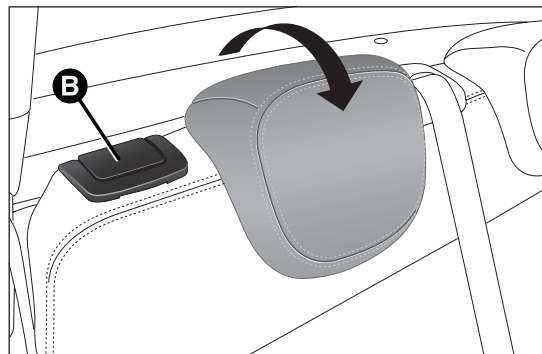
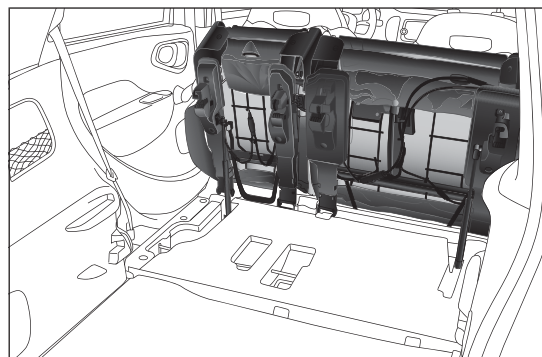

fig. 87
fig. 88
- soulever le levier de décrochage B fig. 87 pour rabattre la partie gauche ou droite du dossier : le dossier et le coussin seront rabattus automatiquement vers l'avant (voir fig. 88). Si nécessaire, accompagner le dossier dans la première partie du rabattement.